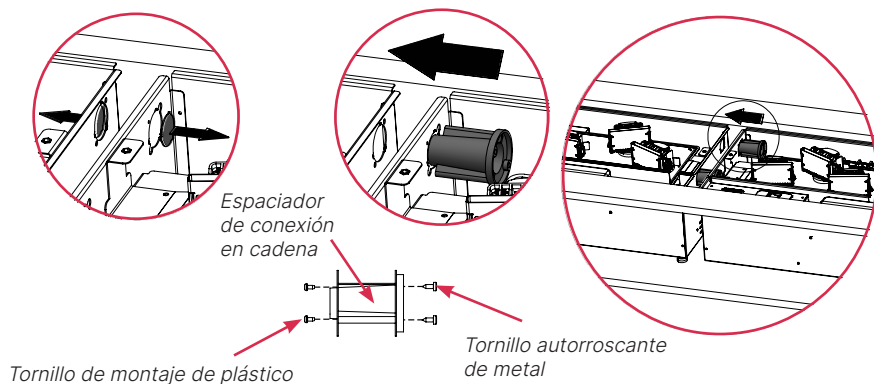

Fig. 11
34. Pulse el interruptor principal en la posición ON (I) (Fig. 11).